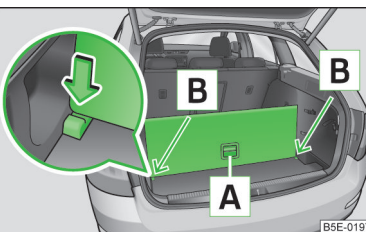

Fig. 100
- Ridicați de mâner **A** » fig. 100 partea din spate a podelei variabile.